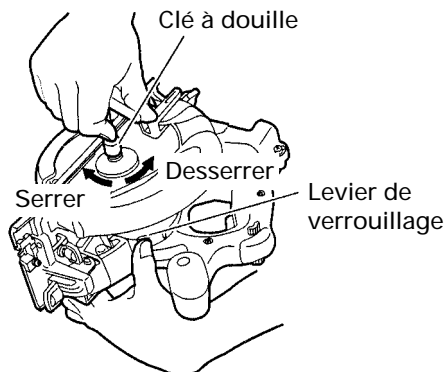
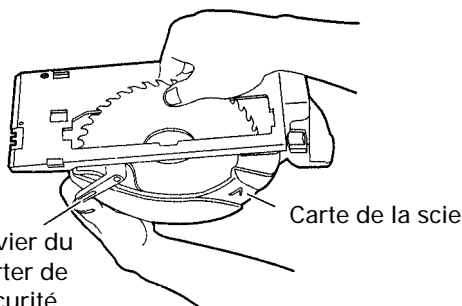

Fig. 18
Fig. 19
- (1) Régler le volume de coupe au maximum, et placer la scie circulaire comme indiqué à la Fig. 18.
- (2) Appuyez sur le levier de verrouillage, verrouiller l'arbre, et retirer le boulon à tête hexagonale et la rondelle (B1) à l'aide de la clé à douille.
- (3) Tout en tenant le levier du carter de sécurité pour maintenir le carter de sécurité complètement rentré dans le carter de la scie, retirer la lame de scie. (Fig. 19)